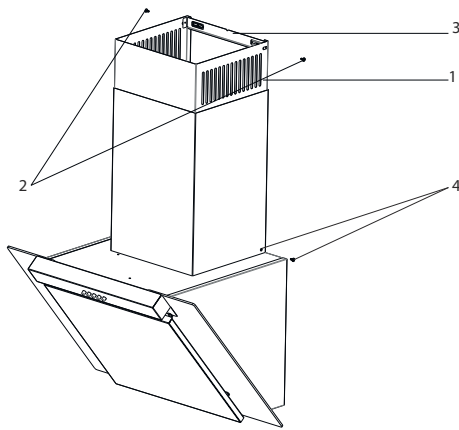

Fig. 12
Invändig och utvändig skorsten monteras i varandra (Fig. 12).
- Dra nu upp den inre skorstenen mot taket. Fäst denna med 2 skruvar på sidorna upptill (2) (Fig. 12).
- Skruva även fast den yttre skorstenen i sidorna i botten (Fig. 12).